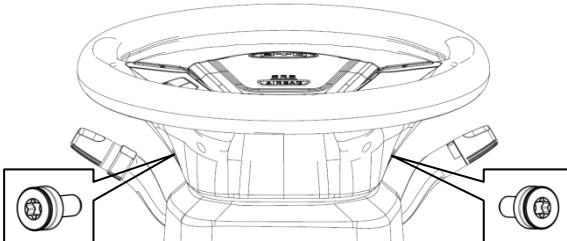

图 4-14
①对齐转向盘两侧的小圆孔，用TX30#套筒松开两个内六花螺钉。如图4-14所示。